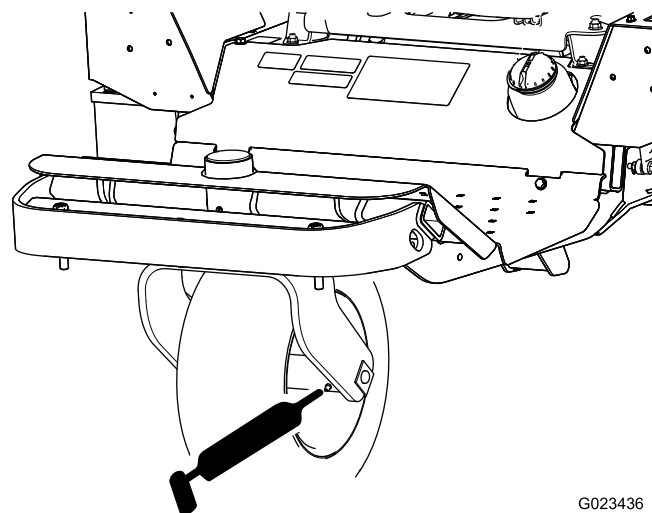

Figura 35
- Cuscinetto ruota anteriore (1) – Figura 35